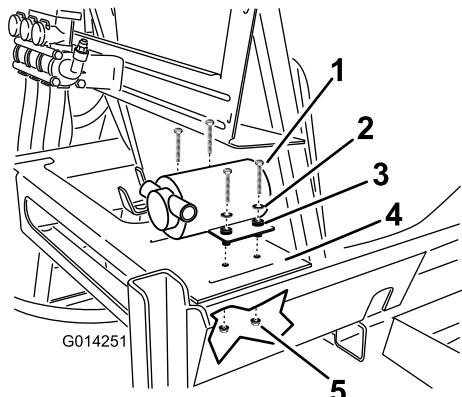

Figura 19
1. Montate la pompa del serbatoio di lavaggio al telaio del serbatoio, sulla piattaforma nella parte posteriore destra del serbatoio principale, come illustrato nella Figura 19.
2. Fissate la pompa del serbatoio di lavaggio al telaio mediante 4 bulloni, 4 rondelle e 4 dadi di bloccaggio (Figura 19).